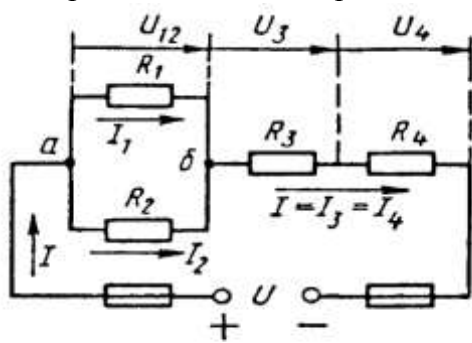

Рис. 1
Условие задачи. Цепь постоянного тока со смешанным соединением состоит из четырех резистором. Заданы схема цепи (рис. 1), значения сопротивлений резисторов:
2) обозначим токи  $I_1, I_2, I_3, I_4$  на (рис. 1) стрелками и определим их значения из формулы мощности:
Математическая запись для узла б схемы цепи рисунок 1:
В замкнутом контуре (рис. 1) приложенное напряжение  $U$  (аналогично ЭДС при внутреннем сопротивлении источника тока, равном нулю) и падения напряжения